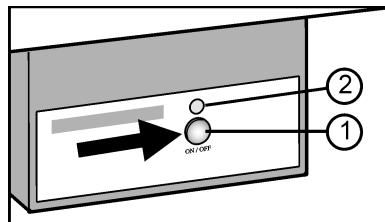

Fig. 47
- Appuyer sur la touche On/Off Fig. 47 (1) afin que la DEL Fig. 47(2) s'allume.